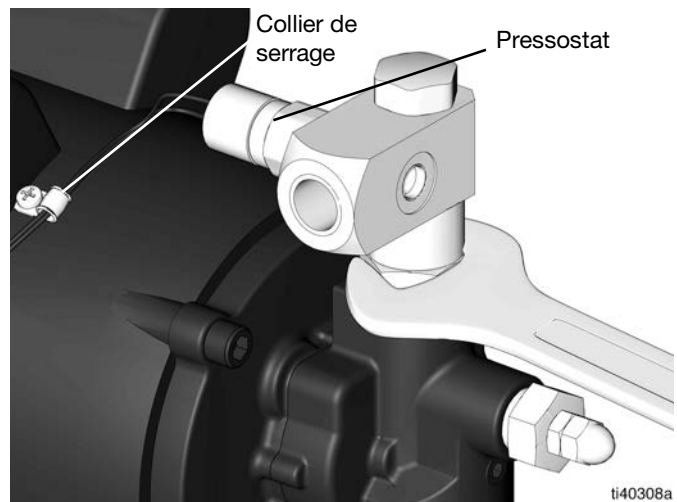

FIG. 12
12. Tirez le fil du pressostat hors du collier de serrage (FIG. 12).
13. Retirez l'ensemble du clapet anti-retour de sortie (16, 17 et 18) de la pompe (1) (FIG. 12).
1. Serrez le nouvel ensemble de clapet anti-retour de sortie (16, 17 et 18) dans la pompe (1), de façon que le pressostat soit face au moteur (19) (Serrez au couple de 27,1 N•m) (voir FIG. 12).
2. Poussez le fil du pressostat dans le collier de serrage et dans la boîte à bornes à travers le réducteur de tension (FIG. 12 et FIG. 13).